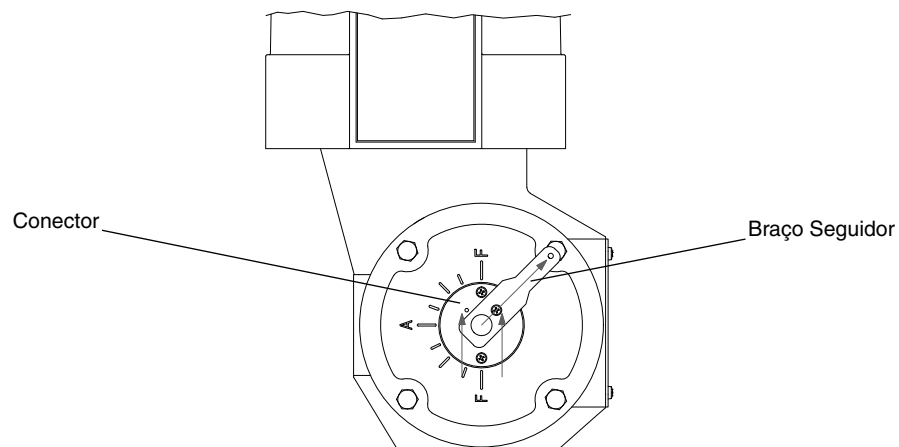

Figura 11 – Montagem do conector e do braço seguidor no atuador rotativo da válvula EXL (configuração ar-para-abrir / falha-fecha)
- Instale o conector no garfo do atuador com os dois furos auxiliares voltados para cima (vide Figura 11). Aperte firmemente os dois parafusos que fixam o conector no garfo.